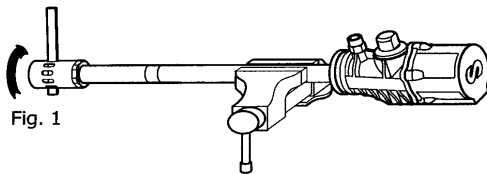

Fig. 1
2. Mount the pump to a vise in horizontal position, securing it on the suction tube (47).
3. Unscrew the intake filter tube (60) from the intake filter head (57) (fig. 1).
2. Fijar la bomba en una mordaza agarrando por el tubo de aspiración (47) con la bomba en posición horizontal.
3. Desenroscar la jaula de aspiración (60) del conjunto filtro de aspiración (57) (Fig. 1).
1. Placer la pompe à l'horizontale sur un établi qui la soutiendra par le tube d'aspiration (47).
2. Séparer la crépine (60) de l'ensemble du filtre d'aspiration (57) (voir Fig.1).